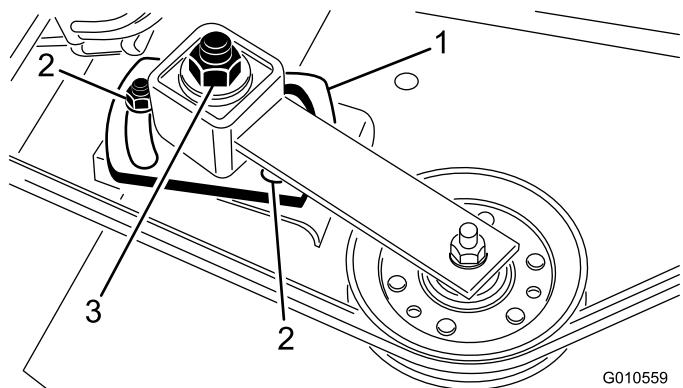

Figure 30
- A l'aide d'une douille et d'une clé dynamométrique, serrez l'écrou de réglage de la poulie de tension à un couple de 47 à 54 Nm (Figure 30).